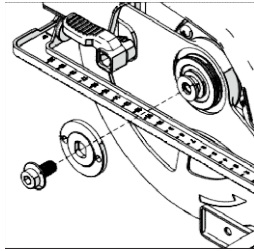

Рис. 4
- Отвинтите шестигранным гаечным ключом и извлеките шпиндельный винт с внутренним шестигранником, соответствующие крепления и наружный фланец привода пильного диска. **(Рис. 4)**